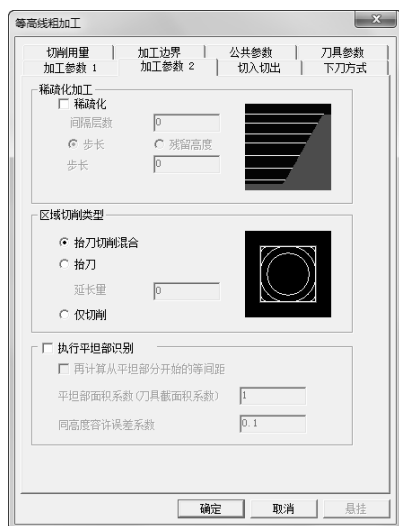

图 3-9 “加工参数 2”选项卡
2) 单击“加工参数 2”选项卡，设置“区域切削类型”为“抬刀切削混合”，其余“稀疏化加工”和“执行平坦部识别”选系统默认，具体如图 3-9 所示。